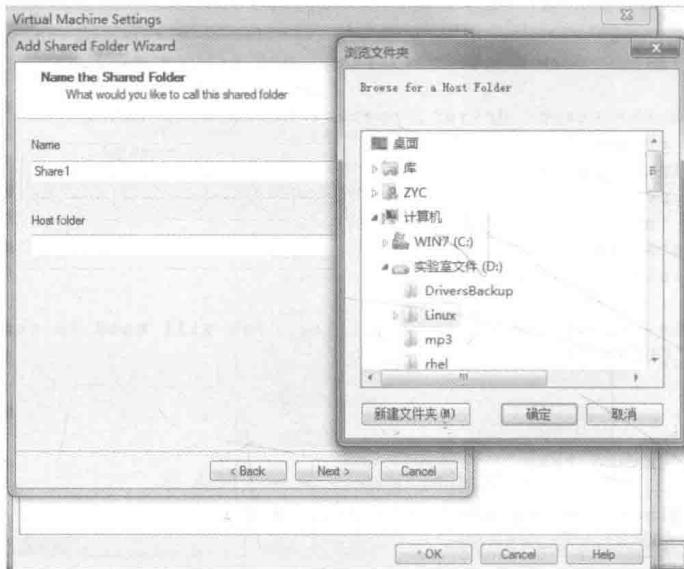

图4-38 一般用户创建界面
(6) 弹出如图4-38所示设置共享文件夹向导界面时，我们对共享文件夹进行命名，确定要在Windows和Linux之间共享的文件夹。